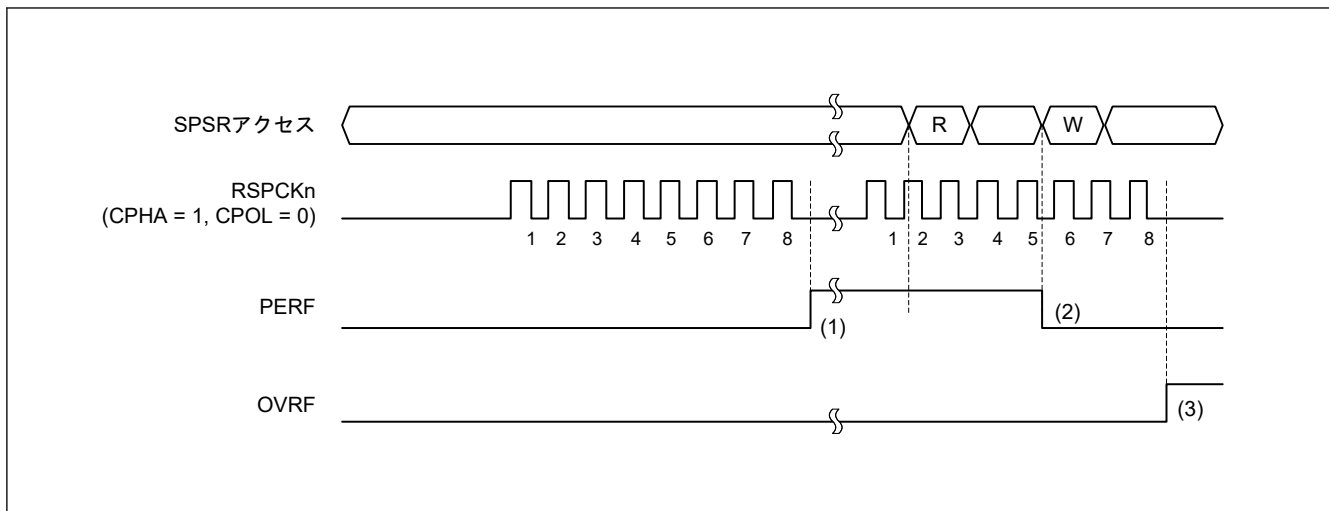

図 27.31 OVRF フラグおよび PERF フラグの動作例
図 27.31 に OVRF フラグと PERF フラグの動作例を示します。図 27.31 に記載の SPSR アクセスは、SPSR レジスタへのアクセス条件を示します。W は書き込みサイクル、R は読み出しサイクルを示します。この例では、SPCR2.SPPE ビットが 1 の状態で全二重シリアル通信を行います。SPCMD0.CPHA ビットが 1、かつ SPCMD0.CPOL ビットが 0 の設定で、SPI は 8 ビットのシリアル転送を実行します。RSPCK_n 波形の下に記載した数字は RSPCK サイクル数 (= 転送ビット数) を示しています。
以下に、図 27.31 の (1) ~ (3) に示したタイミングでのフラグの動作内容を説明します。